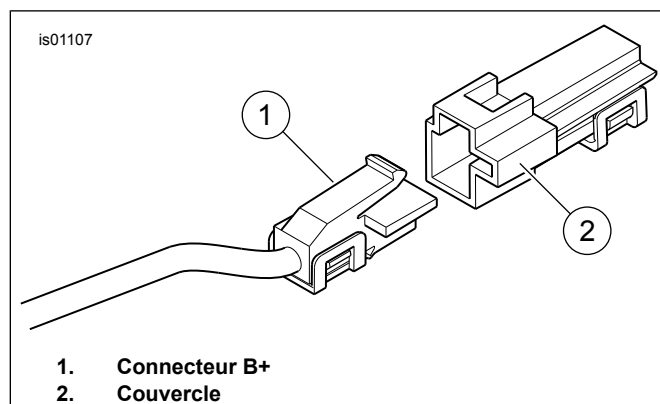

Figure 5. Connecteur B+
1. Voir Figure 5 . Rechercher le connecteur B+ (borne positive de batterie) (1) sur le faisceau électrique principal, sous la selle (fil rouge avec un connecteur gris non utilisé). Enlever le couvercle (2) du connecteur.